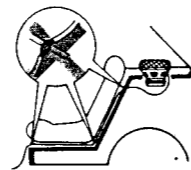

Fig. 3/Abb. 3
- (4) La ligne de fil n'est pas prise dans les sièges. (Fig. 3)
- (4) I cavi non sono aggrovigliati sotto i sedili. (Fig. 3)
- (4) La línea de conectores no está aprisionada bajo los asientos. (Fig. 3)
- (4) Leads are not twisted around the seats. (Fig. 3)
- (4) Stecken in den Sitzen fest. (Abb. 3)